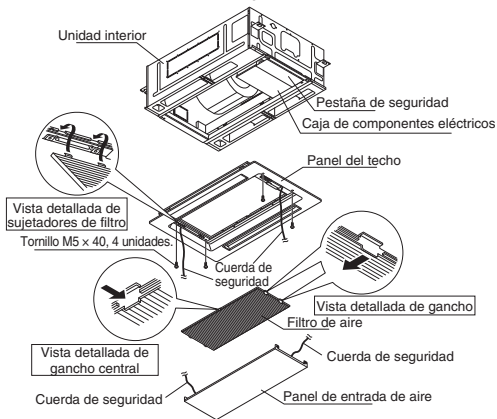

Fig. 7-15
Presione el gancho con la mano para extraer el filtro de aire. (Fig. 7-15)
- (2) Instale el panel del techo en la unidad interior. (Consulte la Fig. 7-15. El conector se encuentra en la caja de componentes eléctricos.)